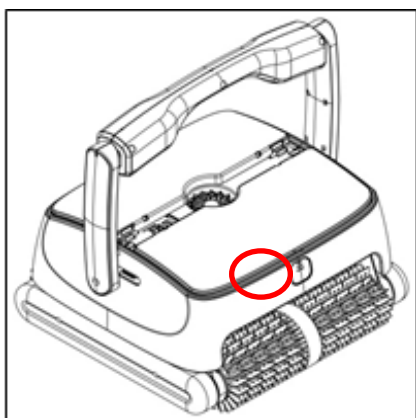

Bild 1
- a. Tryck på öppningsknappen (se Bild 1)